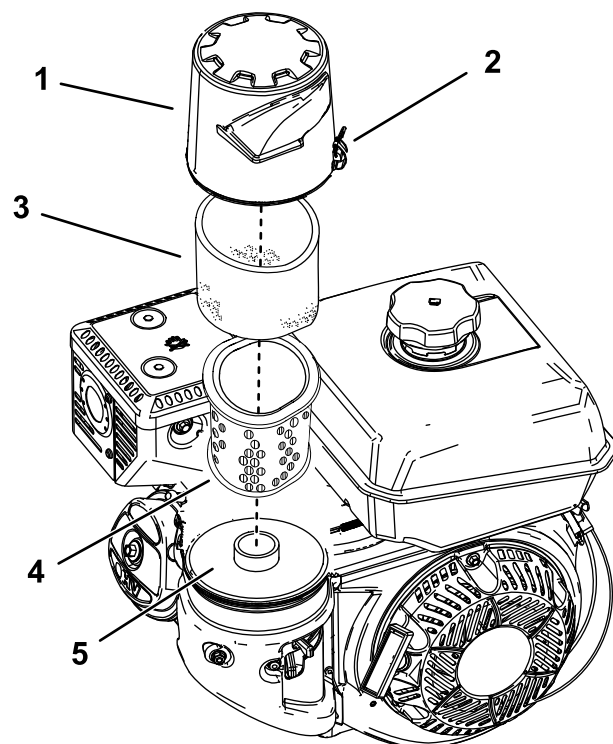

Figura 17
3. Sganciate il fermo che fissa il coperchio del filtro dell'aria (Figura 17).
5. Rimuovete gli elementi di carta e in schiuma sintetica dalla base (Figura 17).
6. Rimuovete l'elemento in schiuma sintetica dall'elemento di carta (Figura 17).